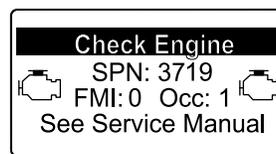

Рисунок 48
- Предупреждение о двигателе SPN 3719, FMI: 0 (Рисунок 48)